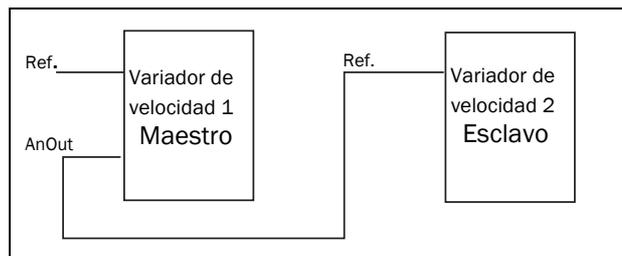

Fig. 129
- señal de referencia para el siguiente variador de velocidad en una configuración Maestro / Esclavo (consulte la fig. 129).